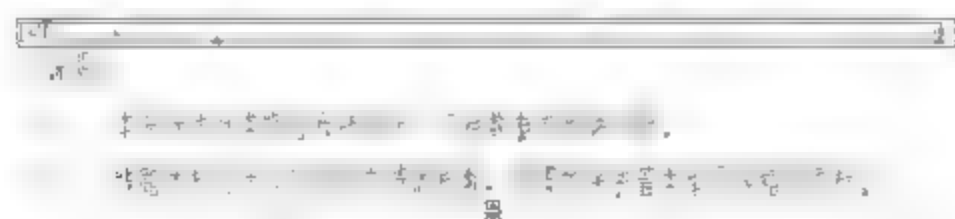

图6-43 更改文字样式
**05** 选择所有文字，在【样式】面板的下拉列表框中选择【样式1】，修改文字样式，如图6-43所示。